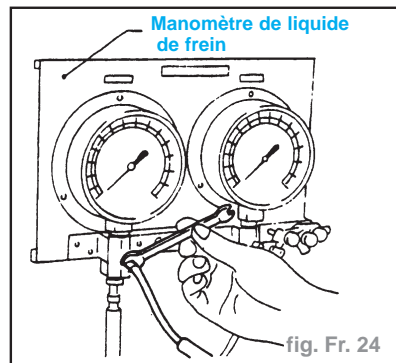

fig. Fr. 24
- Purger l'air du manomètre (fig. Fr. 24).